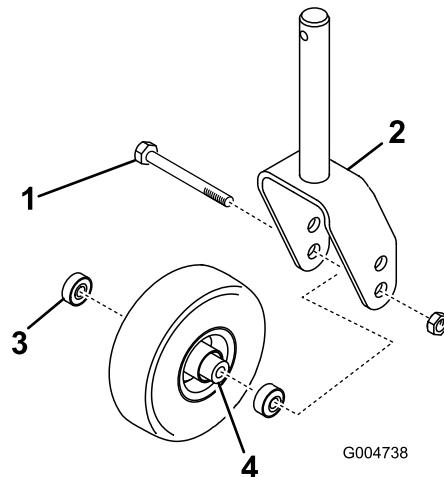
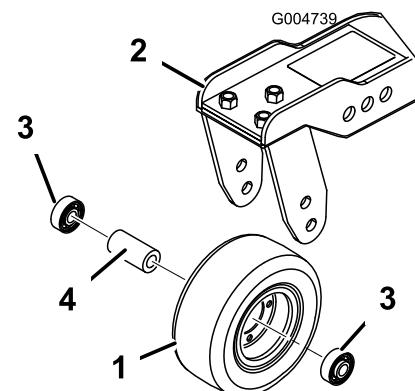

Figura 107
Figura 108
1. Togliete il dado di bloccaggio dal bullone che fissa il gruppo ruota orientabile alla forcella (Figura 107) o al braccio di rotazione (Figura 108). Afferrate la ruota orientabile ed estraete la vite a testa cilindrica dalla forcella o dal braccio di rotazione.
2. Togliete il cuscinetto dal mozzo della ruota e lasciate cadere il distanziale del cuscinetto (Figura 107 e Figura 108). Togliete il cuscinetto dalla parte opposta del mozzo della ruota.